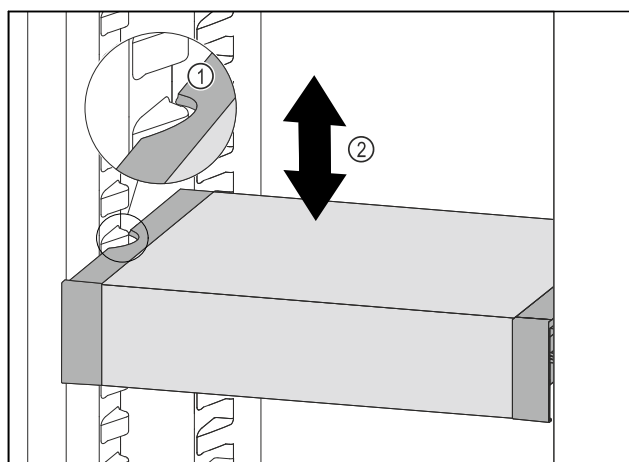

Fig. 82
- Dra VarioSafe framåt tills sidofördjupningarna på VarioSafe är i samma nivå som behållarlisterna i kyldelen. Fig. 82 (1)
- Förflytta VarioSafe uppåt eller nedåt i kyldelen tills önskad höjd har uppnåtts. Fig. 82 (2)